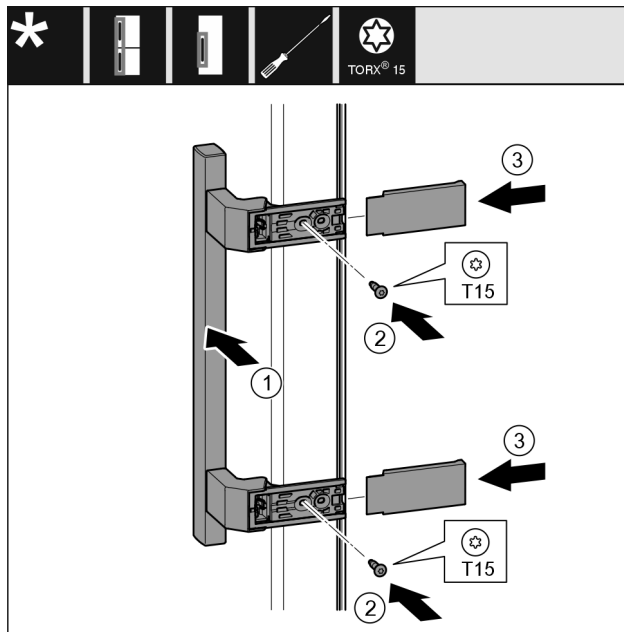

Fig. 25
- Vendosni dorezën Fig. 25 (1) në anën e kundërt.
- Mbërtheni fort vidat Fig. 25 (2) me kaçavidë.
- Vendosni kapakët mbulues Fig. 25 (3) anash dhe shtyjini.